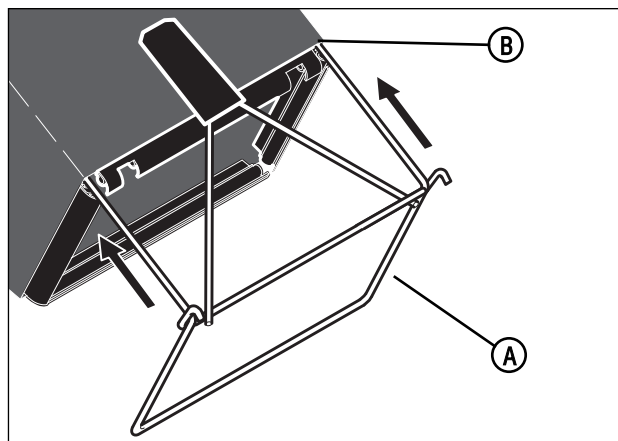

Figura 5: Instalación del armazón
1. Deslice el armazón (A, **Figura 5**) dentro de la bolsa de césped (B).